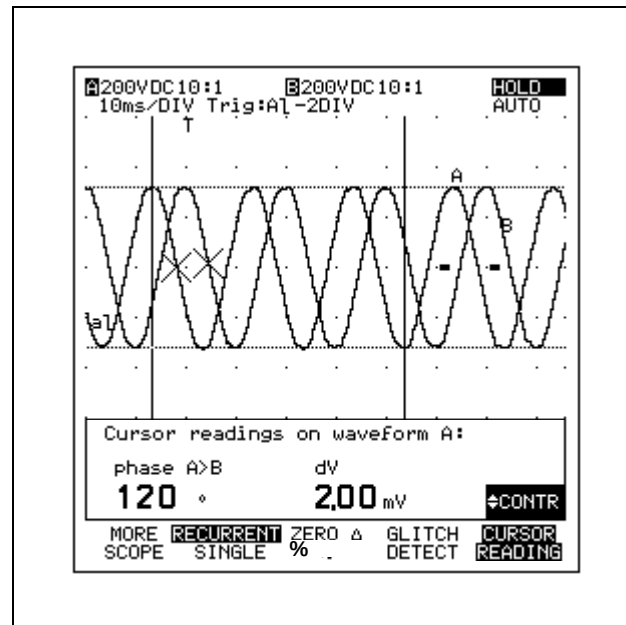

Abbildung 7-12 Phasenmessung (mit Markern)
- ① Messen Sie die beiden Sinussignale, wie im vorhergehenden Beispiel beschrieben.
- ②  Kehren Sie zum Hauptmenü zurück.
- ③  Stellen Sie das ScopeMeter auf den Oszilloskop-Betrieb ein.
- ④  Frieren Sie die Anzeige ein; im oberen rechten Anzeigebereich erscheint die Meldung **HOLD**.
- ⑤   Aktivieren Sie die Cursor.
- ⑥    Gehen Sie zu Seite 2 des "More Scope"-Fensters.
- ⑦  Wählen Sie ADD MAIN READING.
- ⑧  Öffnen Sie das Listenfeld.
- ⑨  : phase A>B  .
- ⑩  Schließen Sie das Fenster wieder.
- ⑪   Stellen Sie die beiden Cursor auf die Signalform, siehe Abbildung 7-12.
Auf der Anzeige sehen Sie die Phase zwischen den Signalformen an INPUT A und INPUT B: "phase A>B -120°" (siehe Abbildung 7-12).